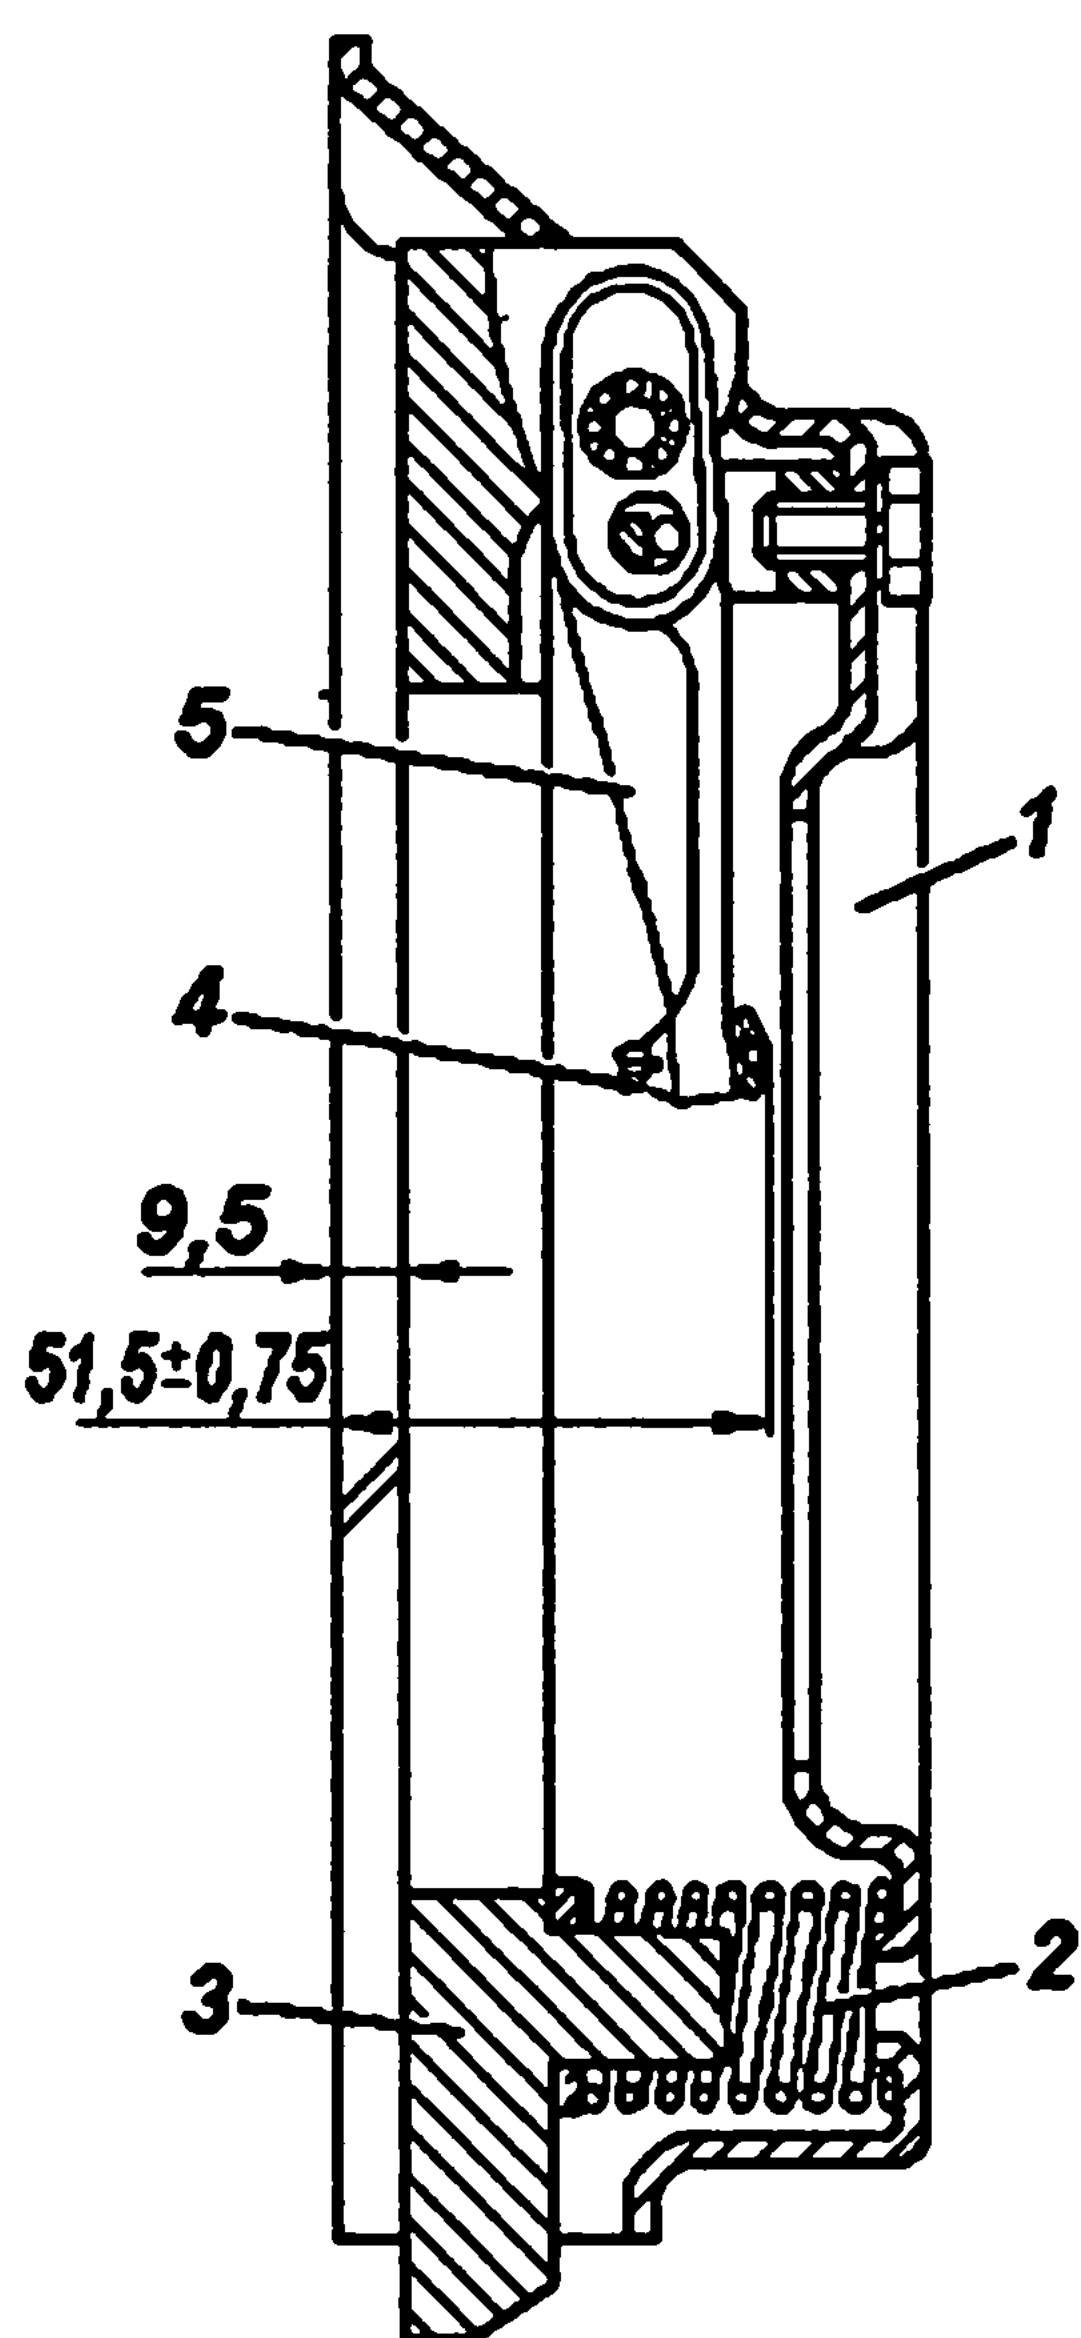

Рис. 58. Положение оттяжных рычагов после регулировки:
2. Осуществить регулировку завинчиванием и отвинчиванием регулировочных винтов до получения размера $51,5 \pm 0,75$ мм - расстояние от плиты до головок винтов (рис. 58). Разница в расстоянии от плиты до головок винтов не должна превышать 0,2 мм.